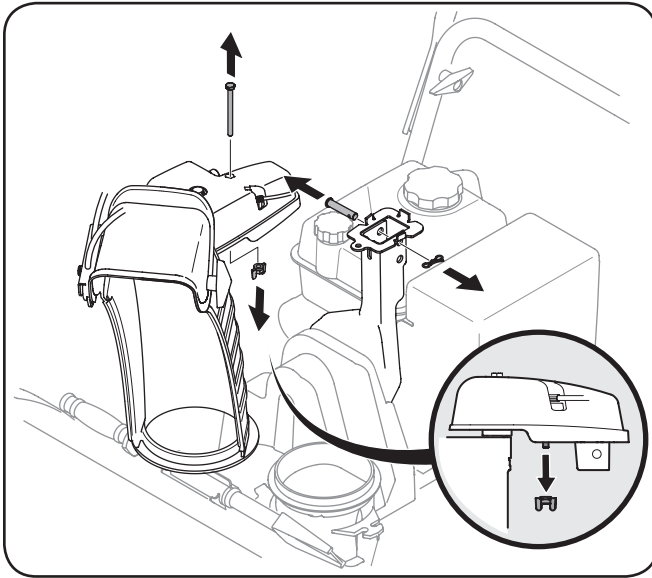

Figura 3-3
1. Retire el pasador de chaveta, la tuerca de mariposa y el tornillo hexagonal del cabezal de control del canal. Extraiga el pasador de horquilla y el pasador de chaveta con unión curva de la ménsula de soporte del canal. Consulte la Figura 3-3.